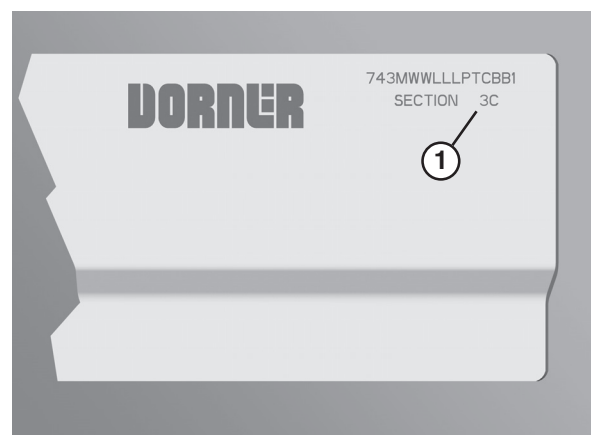

Figure 4
1. Localisez la séquence de numéro de section figurant sur chaque section de cadre (Figure 4, item 1).